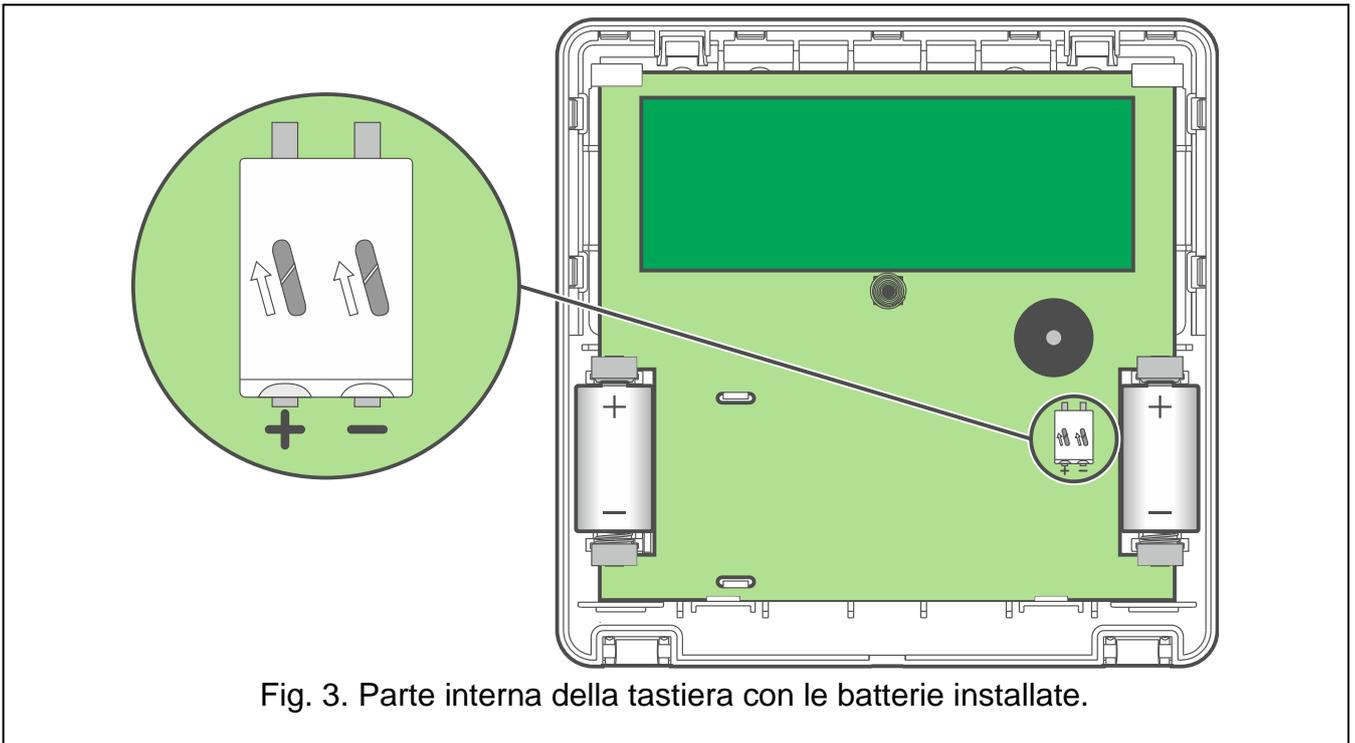

Fig. 3. Parte interna della tastiera con le batterie installate.
11. Se si utilizza l'alimentatore APS-055, collegare i cavi di alimentazione ai terminali "+" e "-" (Fig. 3). Per vedere come collegare i fili, vedere la figura 4. Utilizzare un cacciavite a testa piatta da 1,8 mm.